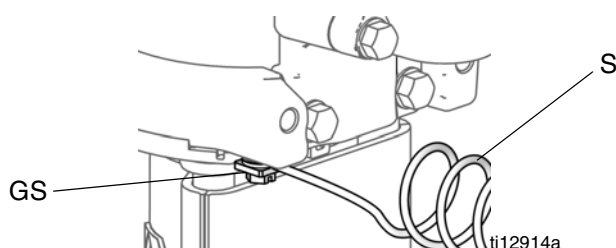

FIG. 4. Jordskruv och -kabel
Se FIG. 4. Kontrollera att jordskruven (GS) har fästs och dragits åt ordentligt på luftmotorn. Koppla andra änden på jordledningen (S) till en god jordpunkt.